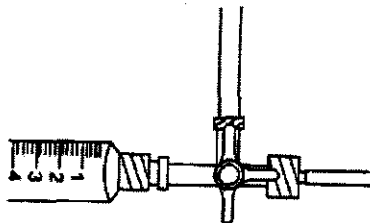

Figura A-7
- Después de tener lleno el manómetro, gire la válvula de seguridad para conectar el manómetro al recipiente de agua (figura A-7).
5. Ruede la válvula de seguridad para conectar el manómetro a la válvula (figura A-7)